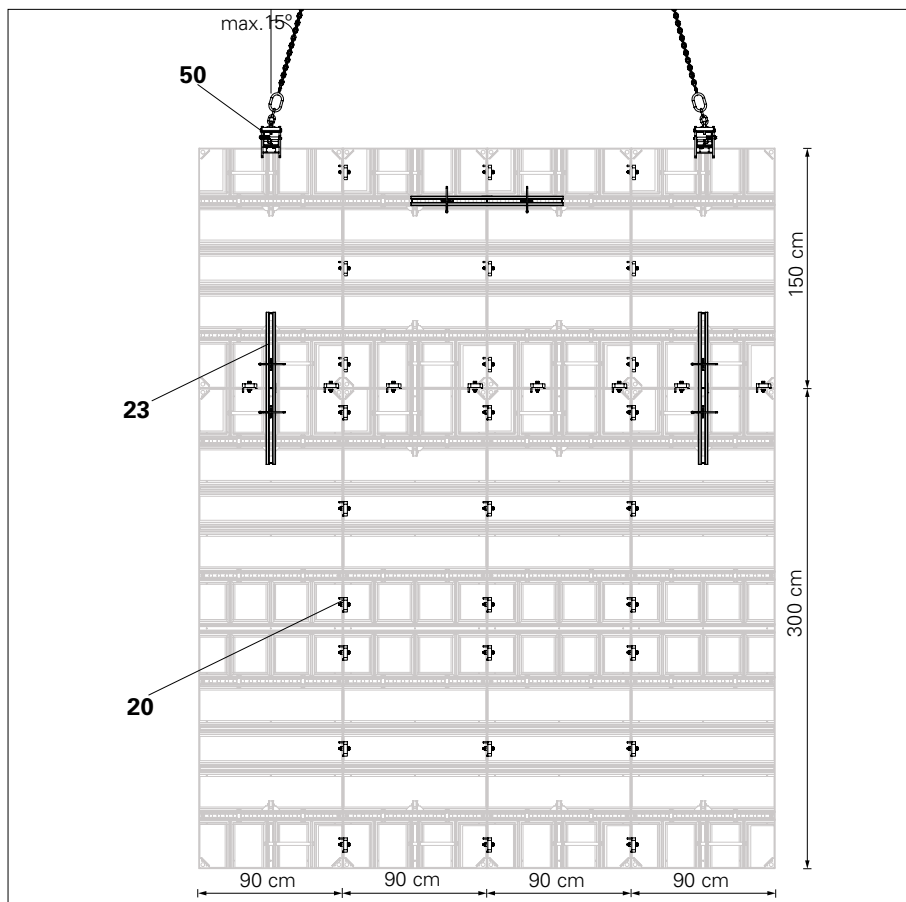

Fig. C6.03
Altezza raffigurata = 450 cm (Fig. C6.03)
Collegare i telai per mezzo di clip a cuneo HSA (20) e traverso di compensazione HSA 95 (23). (Fig. C6.03)